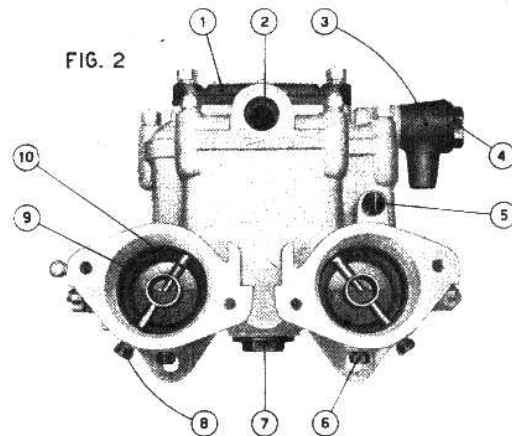

FIG. 2
I carburatori del tipo «35-38-39-40 DCO» vengono costruiti in alluminio anticorrosivo, che alle doti di leggerezza e di resistenza meccanica accoppia una buona resistenza alla corrosione dovuta all'eventuale uso di supercarburanti. Questi carburatori possono funzionare anche con la presa d'aria dinamica: in questo caso occorre collegare la presa d'aria dinamica stessa con l'apposito attacco (2) di Fig. 2 situato sul coperchio dei carburatori, per equilibrare la pressione esistente nei condotti principali con quella agente sulla vaschetta e sui pozzetti di emulsione.
Per permettere all'utente di individuare i particolari esterni componenti i carburatori del tipo «35-38-39-40 DCO» descritti nella figura schematica 1, in Fig. 2 è rappresentata una vista di fronte del carburatore, senza prolunghe alette centratore e senza prese d'aria aggiuntive.